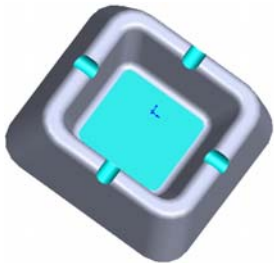

图 1-33 设置颜色后的图形
(3) 设置属性管理器。在[颜色]一栏中选择需要的颜色，然后单击属性管理器中的[确定]按钮。此时零件如图 1-33 所示。